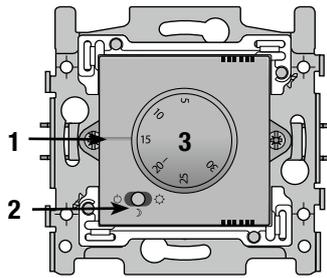

fig.3
### Elementos (fig.3)
1. Valor ajustado: la marca indica la temperatura deseada (En la fig. 3 p.ej. el termostato está ajustado a 15°C).